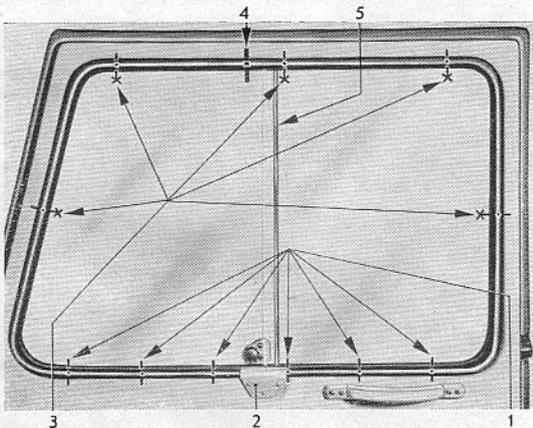

Bild 42 – Zusammenbau Schiebefenster in Fahrer-
6. Halteniete (42/1) und Blechgewindeschrau- ben (42/3) – zur Befestigung Führungsschiene mit Gummiabdichtung an Fensterrahmen – abwechselnd im gleichen Abstand in innerer und äußerer Fensterführungsnut (46/5 und /6) montieren (siehe auch Bild 42, Pos. 1 und 3).